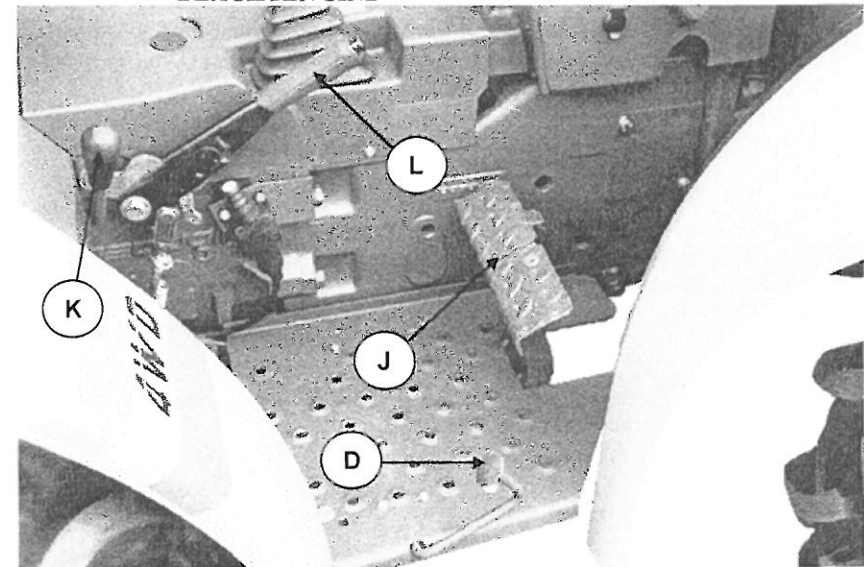

Abb. 8
D. GASPEDAL (Abb. 8)
J. BREMSPEDAL (Abb. 8)
K. SCHALTHEBEL MOTORZAPFWELLE - WEGZAPFWELLE (Abb. 8)
L. HANDBREMSE (Abb. 8)